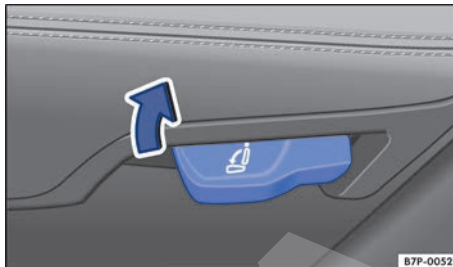

Fig. 105 En el lateral izquierdo del asiento trasero: palanca para el ajuste de la inclinación del respaldo.
- Tire hacia arriba de la palanca de ajuste → fig. 105, en el sentido de la flecha.